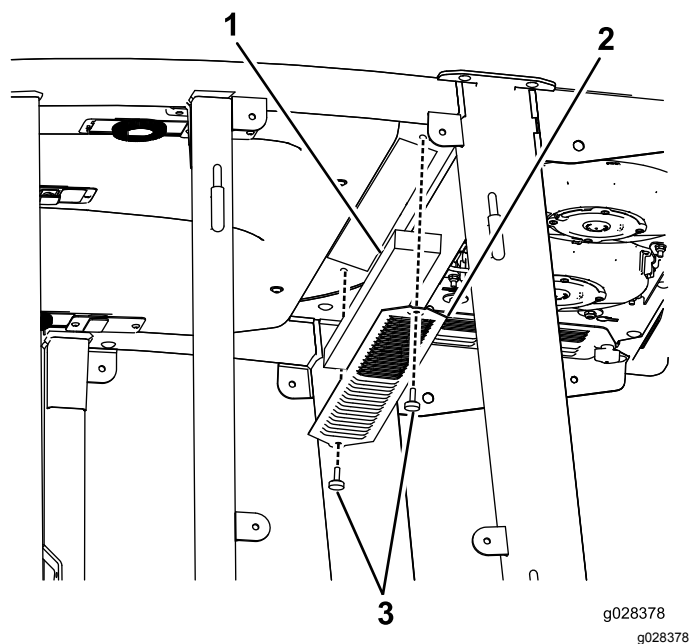

Figure 120
1. Retirez les vis et les grilles des filtres à air intérieur et arrière de la cabine (Figure 120).